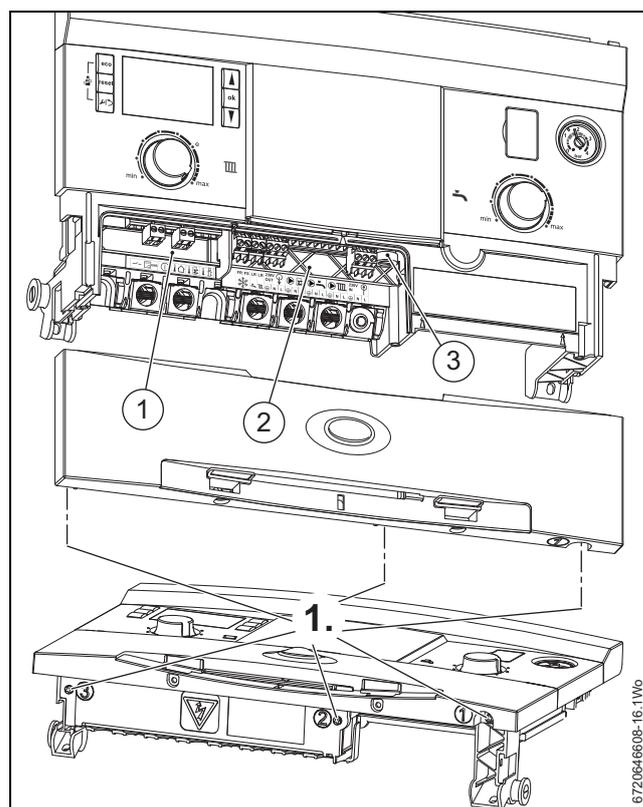

Fig. 39 Retirar la cubierta de acceso del instalador
1. Véase la fig. 39 y soltar los tres tornillos fijadores que aseguran la cubierta de acceso del instalador.